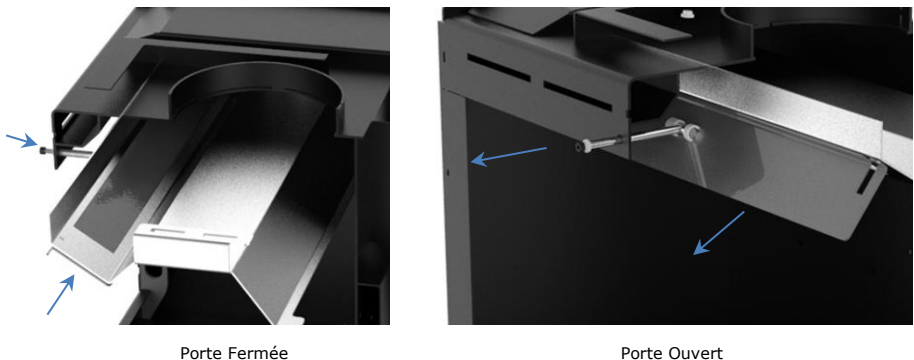

Figure 16 - Déflecteur de fumée automatique
* Il contrôle le passage/la sortie de la fumée lorsque la porte est ouverte, c'est-à-dire que lorsque l'équipement est en fonctionnement et que vous voulez le remplir avec plus de bois de chauffage, lorsque vous ouvrez la porte, le volet s'ouvre automatiquement, Figure 16. Cela permettra un passage plus important et plus facile de la fumée dans le col de la cheminée, évitant ainsi le retour de la fumée de l'équipement dans la pièce entourant l'habitation.